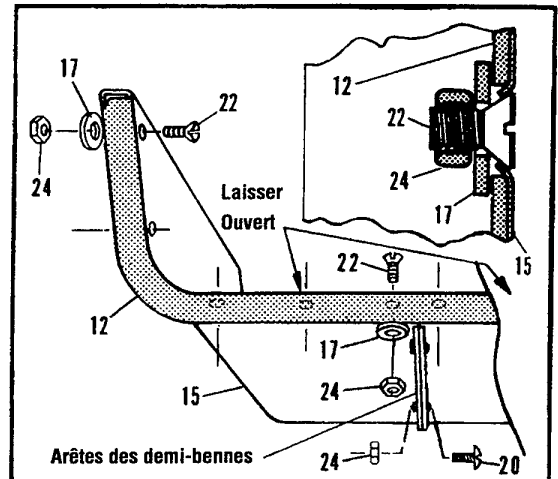

Fig. 1
(Voir Fig. 1)
- Attacher le support d'essieu (9) sous le berceau en mettant des vis 5/16" x 3/4" (21) à travers les huit trous, puis fixer par des écrous-frein 5/16" (24). Ne pas serrer.
- Mettre la paroi avant (3) au dessus des deux demi-bennes (15).
- Aligner les 4 trous sur les côtés de la paroi avant et des demi-bennes, et insérer des vis 5/16" x 1/2" à tête ronde (20), avec des écrous-frein 5/16" (24). Ne pas serrer.
- Placer deux rondelles-frein 5/16" (26) dans les bossages du panneau avant (entre les demi-bennes et le panneau avant), et insérer une vis 5/16" x 1" à tête ronde (33).
- Fixer avec 2 écrous-frein 5/16" (24). Ne pas serrer.
- Aligner les trous restant des demi-bennes et du panneau avant et insérer des vis 5/16" x 1/2" à tête ronde (20), des écrous-frein 5/16" (24). Ne pas serrer.
- Mettre la remorque à l'envers sur une surface plane, et serrer toute la visserie installée en figures 1 et 2.
Note: il est nécessaire de serrer toutes les vis à tête fraisée (22) jusqu'à ce que leur tête soit entrée dans la benne (voir figure 1).
- Lorsque la remorque est à l'envers, placer le timon (11) sur la découpe du support d'essieu (9) et sur l'étrier (13). Voir l'illustration A.